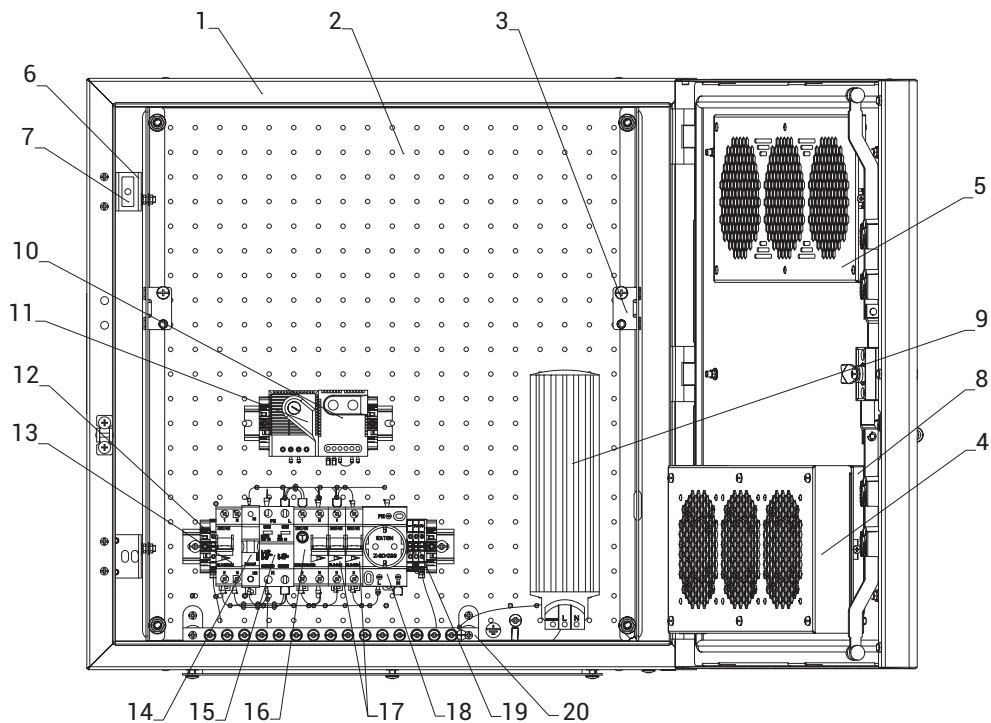

Рисунок 1. Общий вид шкафа серии ШТВ-Н
Корпус шкафов серии ШТВ-Н (поз.1 рис. 1) имеет металлическую сварную конструкцию, внутри покрыт слоем утеплителя с фольгированием, что увеличивает термоизоляцию и уменьшает теплотери через стенки шкафа. В комплект шкафа входят задняя перфорированная оцинкованная панель (поз. 2. рис. 1) и комплект вертикальных юнитовых панелей (поз. 3 рис. 1). Отверстия для ввода кабелей находятся в основании шкафа. Корпус шкафов серии ШТВ-НП выполнен из полиэстера, армированного стекловолокном.
Двери шкафов серии ШТВ-Н имеют перфорацию, которая обеспечивает вентиляцию установленного в нём оборудования, но при этом исключает прямой доступ в полость шкафа и попадание в него инородных предметов. В дверь шкафа исполнения Т1, Т3 встроена система вентиляции, состоящая из модуля вентиляторного (поз. 4 рис. 1), установленного поверх фильтра с повышенной площадью фильтрации (поз. 8 рис. 1) и фильтра выпускного (поз. 5 рис. 1). Максимальный угол открытия двери шкафа 120°. На кронштейне (поз. 6 рис. 1), закреплённом на петле двери, установлен датчик открытия дверей (поз. 7 рис. 1). Кабель от модуля вентиляторного подключается к клеммнику (ХТ2) (поз. 19 рис. 1).
На оцинкованной панели расположены две DIN-рейки с установленной аппаратурой и шина заземления (поз.20 рис.1). На верхней DIN-рейке расположен терморегулятор (поз.10 рис.1) и гигростат (поз.11 рис.1). На нижней DIN-рейке расположены аппараты вводно-распределительного устройства (ВРУ), состоящего из:
- вводной автоматический выключатель QF1 (поз. 13 рис. 1)
- автоматические выключатели QF2, QF3 (поз. 17 рис. 1)
- ограничитель перенапряжения FV1 (поз. 15 рис. 1)
- УЗО QA1 (поз. 16 рис. 1)
- индикатор напряжения HL1 (поз. 14 рис. 1)
- модульная розетка XS1 (поз. 18 рис. 1)
- клеммник XT2 (поз. 19 рис. 1)
- шина заземления XT/PE (поз. 20 рис.1)